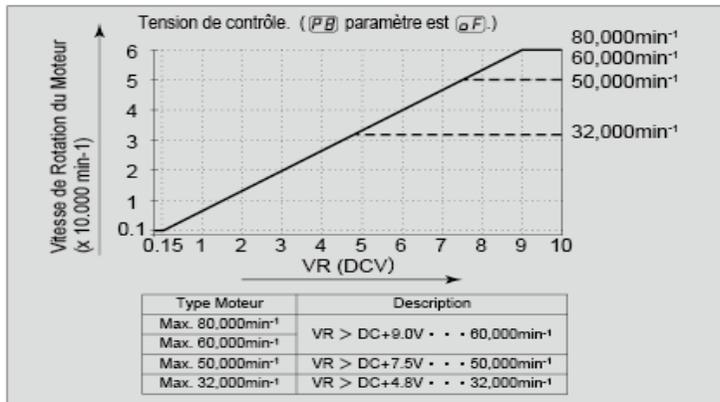

Fig. 35
Référez-vous à la figure 35, 36 sur les relations entre la vitesse de rotation et "La tension de contrôle de vitesse moteur (VR) ".